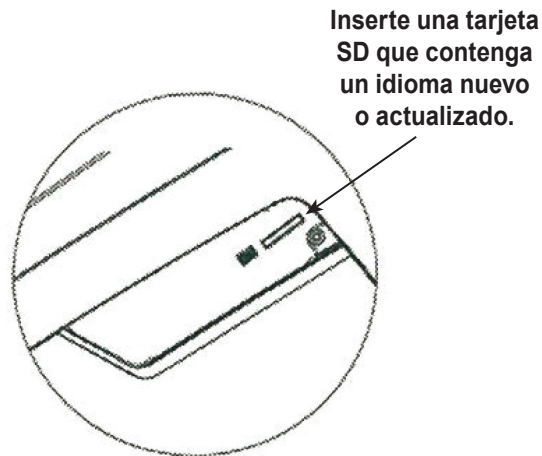

Figura 1
3. Inserte la tarjeta SD que contiene los datos del idioma en el panel lateral de la máquina. Vea la Figura 1.